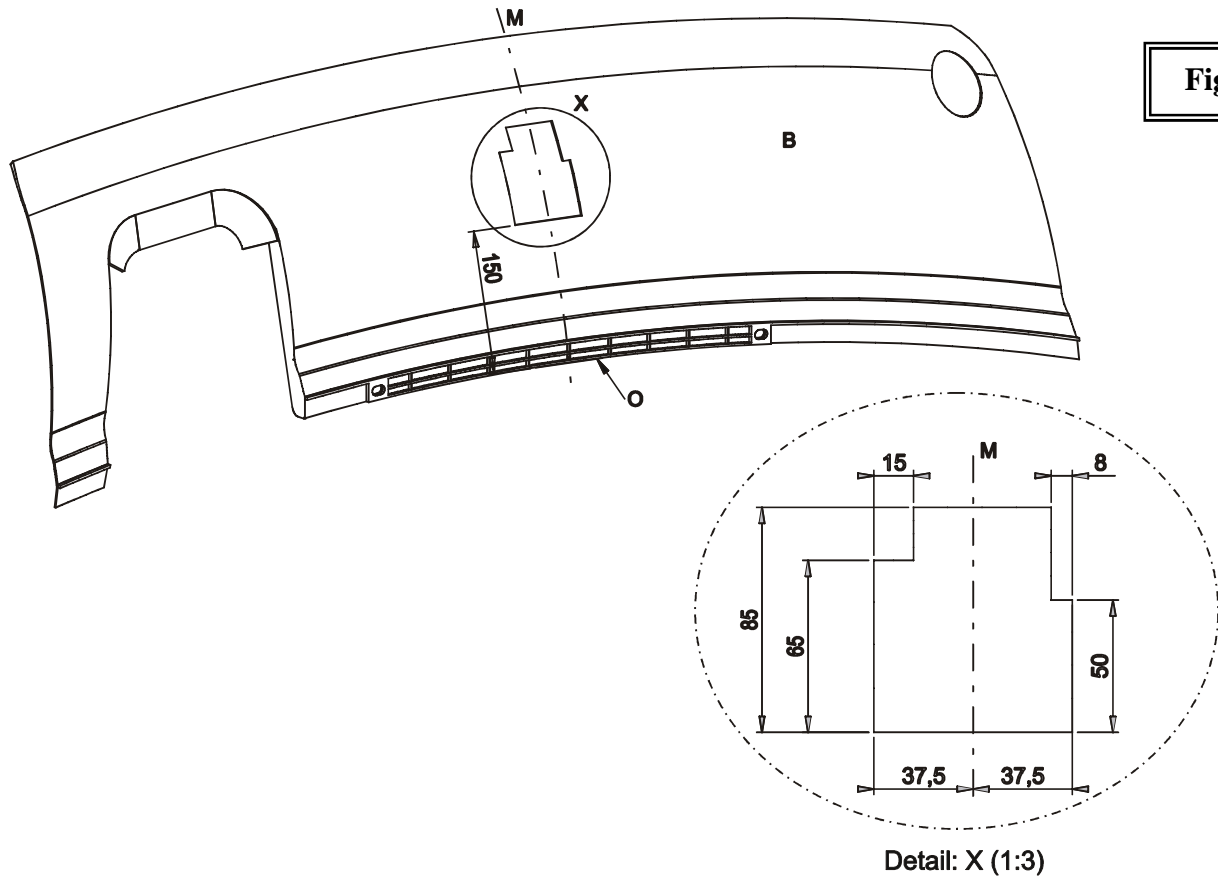

Fig. 1
- 2) Schuif de trekhaak met de draagarmen achteraan in de vrijgekomen chassisbalken. De punten (A) komen te passen met de voorziene boringen in de buitenzijde van de chassisbalken, indien deze afgedicht zijn met tape moet men deze verwijderen. Breng bouten en rondsels aan en zet deze degelijk vast (zie aanhaalmomenten).
- 3) Maak in de onderzijde van de bumper een insnijding volgens bijgevoegde tekening (fig.1), plaats vervolgens de bumper terug op het voertuig.
- 2) Glissez l'attelage avec les bras porteur par les ouvertures libérées derrière le véhicule dans la poutre du châssis. Les points (A) s'adaptent aux trous déjà prévus dans le côté extérieur de la poutre du châssis, ces ouvertures sont couvertes avec du scotch qu'il faut supprimer. Insérez les boulons et les rondelles en (A) et bien fixer le tout (cfr. couples de serrage).
- 3) Faire une découpe au côté inférieur du pare-chocs selon dessin 1 (fig.1) et monter le pare-chocs sur le véhicule.
- 2) Shove the tow bar with the supporting arms through the liberated openings in the back of the vehicle in the chassis beams. Points (A) match the provided drillings in the outside of the chassis beam, these drillings are sealed with tape which has to be removed. Insert the bolts and washers by (A) and screw firmly on (see tension).
- 3) Make an incision in the underside of the bumper according to drawing 1 (fig.1) and assemble the bumper on the vehicle.
- 2) Die Anhängerkupplung mit Trägerarmen in die freigewordenen Öffnungen hinten am Fahrzeug in die Chassisbalken schieben. Die Punkte (A) stimmen mit den schon vorhandenen Bohrungen der Chassisbalkenaußenseite überein. Diese Bohrungen sind mit Klebestreifen abgedicht, welche entfernt werden müssen. Bolzen und Ritzel bei den Punkte (A) anbringen und entsprechend der Drehmomentenvorgabe festschrauben.
- 3) In der Unterseite der Stoßstange einen Einschnitt entsprechend der Zeichnung 1 (Fig. 1) machen und die Stoßstange wieder am Fahrzeug montieren.